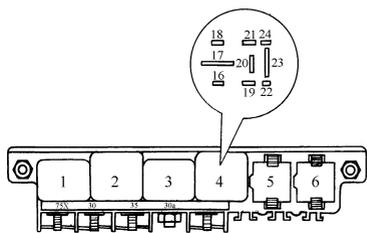

图 1-11 检查继电器 4
3) 司机一侧杂物箱后中央电器盒内图 1-11 所示继电器 4 正常。